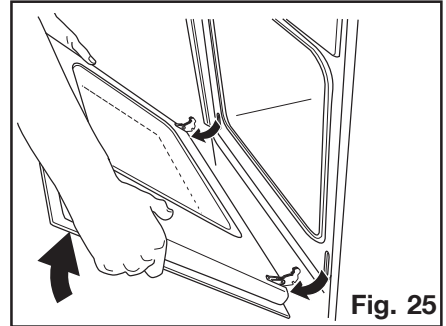

Fig. 25
4. Saisissez la porte à deux mains sur les côtés et fermez-la lentement mais pas **COMPLÈTEMENT** (Fig. 25) (jusqu'au 3/4 de la fermeture).
5. Tirez la porte vers l'avant pour la sortir de son logement (Fig. 25).